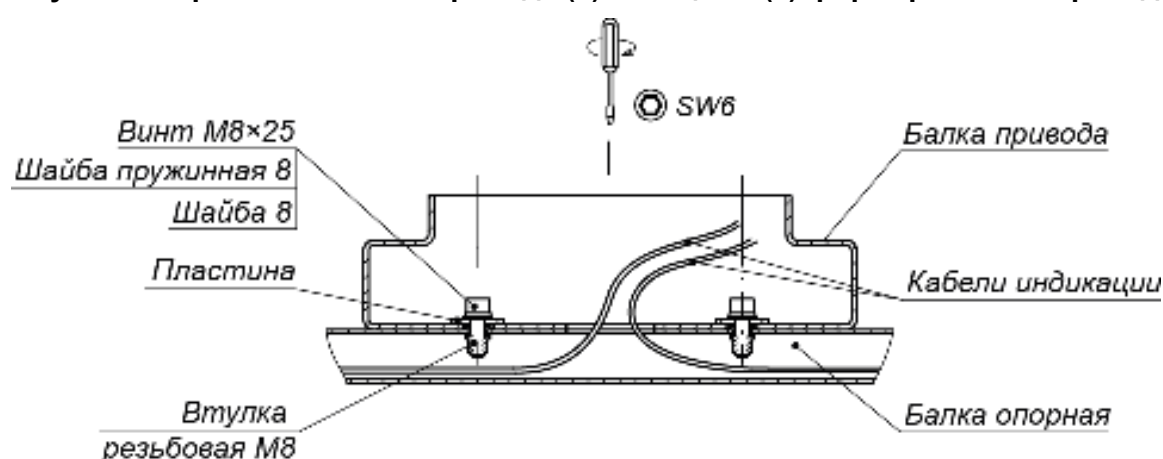

Рисунок 15. Крепление балки привода (8) с балкой опорной (7)
- Используя две стремянки, осторожно установите балку сверху на турникет, при этом две шпильки, расположенные на секциях (6) формователя прохода, должны попасть в соответствующие отверстия в балке. Будьте внимательны – не повредите соединительные кабели!
- Придерживая балку, осторожно приподнимите ее со стороны стойки с преграждающими планками (5) и пропустите концы кабелей в соответствующие отверстия балки привода: кабели индикации (12) из балки опорной (7), а также кабели питания и управления из стойки с преграждающими планками (5) (для варианта прокладки внешних кабелей снизу). Временно закрепите их внутри балки (к примеру, с помощью скотча).
- Закрепите балку привода на секциях (6) формователя прохода двумя гайками M10 с шайбами (см. рис. 15), накрутив их на шпильки с помощью торцового ключа S17. Затяжка гаек предварительная, для возможности регулировки положения.